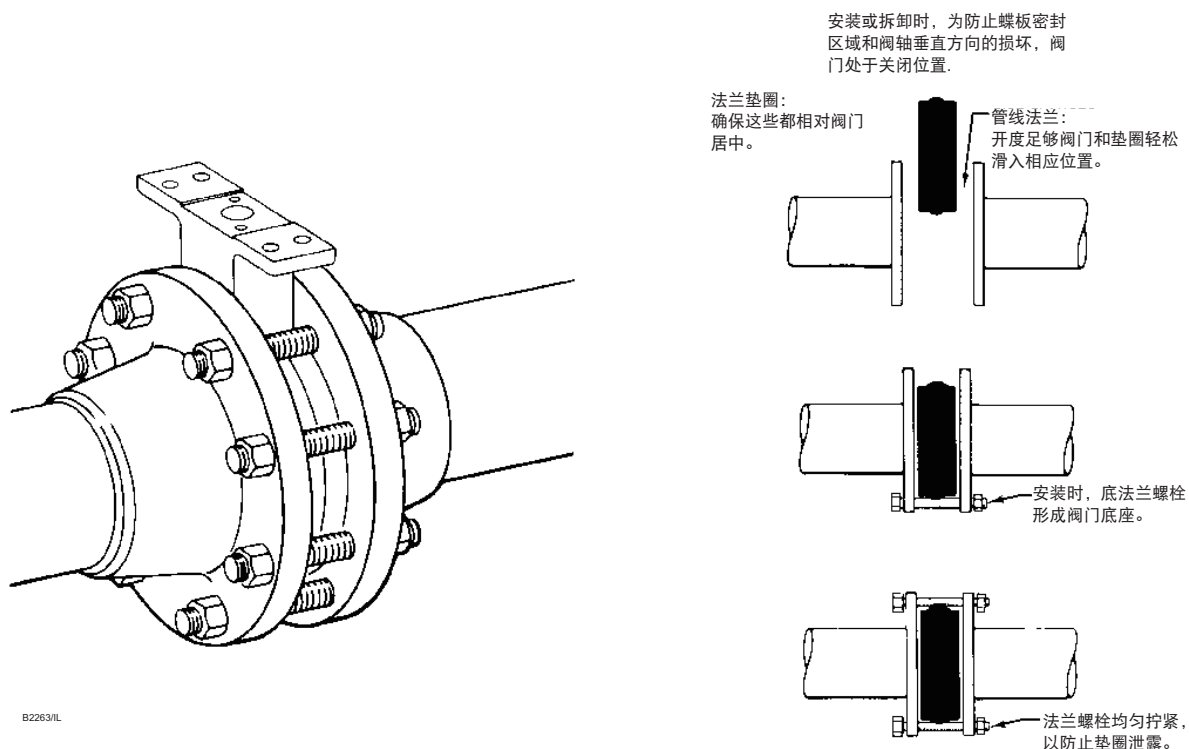

图 3. 正确的安装程序
1. 请参阅图 3。先安装下法兰螺栓，形成阀门托架。
7. 从管线中拆除阀门前，要确保已关闭蝶板。请参阅图 3。顺时针旋转阀轴，直到蝶板接触到内部止动装置或执行机构行程止动装置（如果仍有安装）。阀轴上加印的 "S" 应与阀体上的 "S" 对齐。